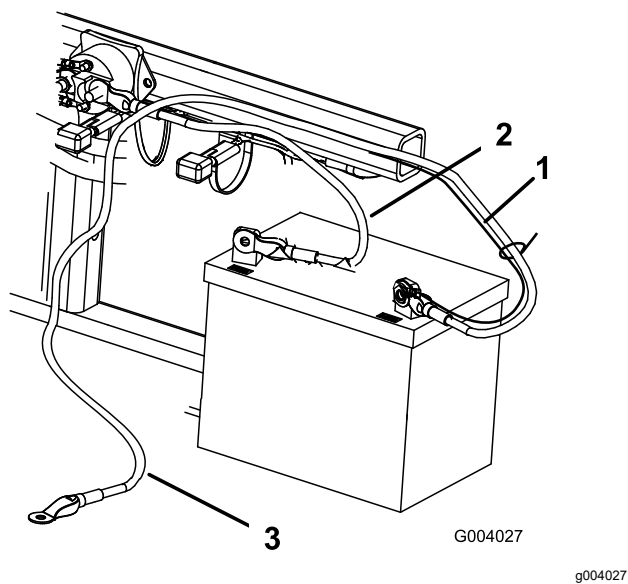

图 5
2. 用螺栓 $\frac{1}{4} \times \frac{5}{8}$ 英寸和锁紧螺母将正极接线红色固定到正极+端子图 5。
3. 用螺栓 $\frac{1}{4} \times \frac{5}{8}$ 英寸和锁紧螺母 $\frac{1}{4}$ 英寸将小黑色接线和负极接线黑色固定到电池的负极-端子图 5。